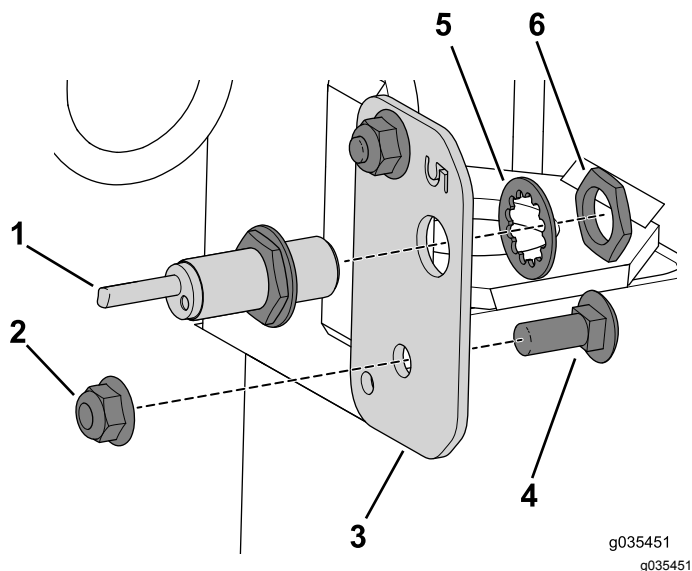

Figura 18
3. Utilice el perno de cuello cuadrado (3/8" x 1") y la tuerca con arandela prensada para fijar la placa del sensor izquierda a la máquina (Figura 18).
4. Utilice la tuerca de retención y la arandela para fijar el sensor de proximidad incluido en el kit en la placa del sensor izquierda (Figura 18).